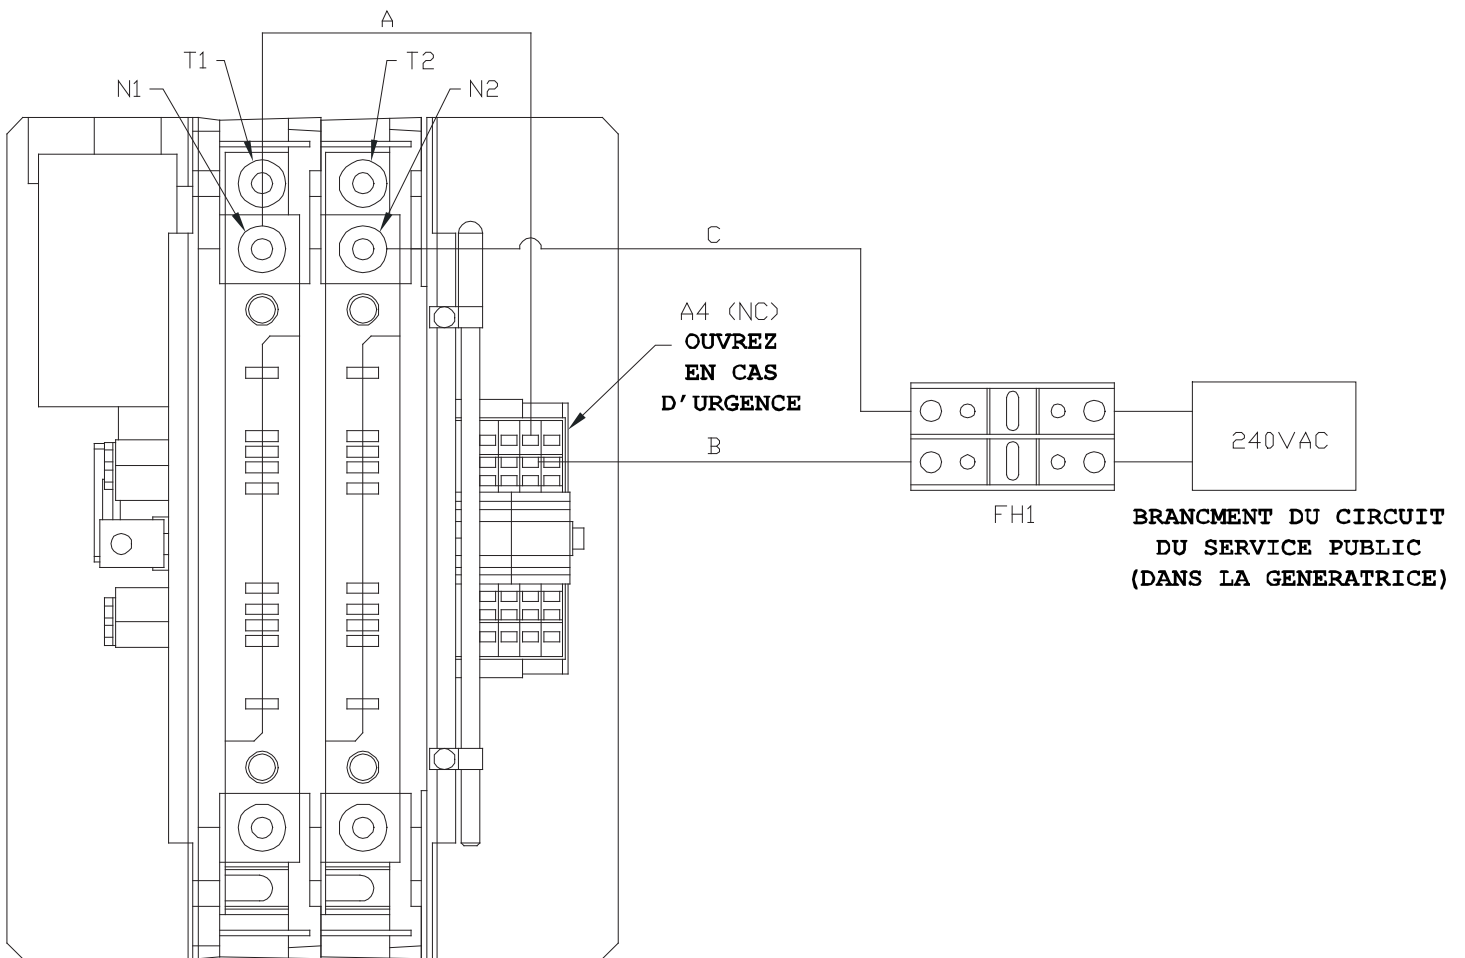

Figure 15 - Schéma de câblage GE
Pour la procédure de connexion suivante, référez-vous au diagramme de câblage GE (Figure 15, page 10), au manuel d'installation de la génératrice et au manuel fourni avec le commutateur de transfert GE.
8. Connectez l'extrémité à cosse en anneau de l'assemblage de fil C au porte-fusible (FH1). Référez-vous à la Figure 15, page 10.